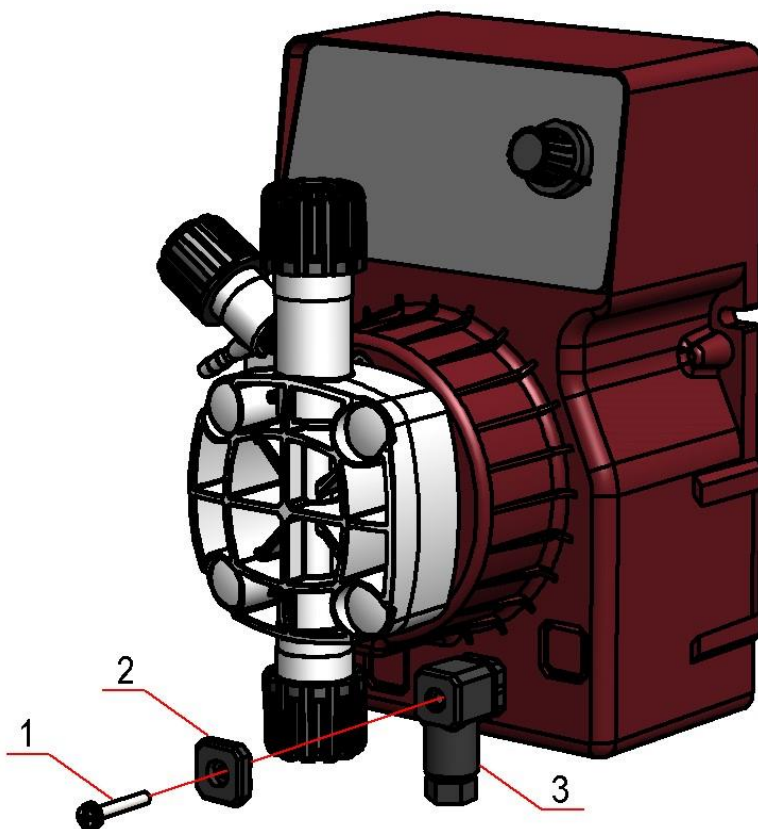
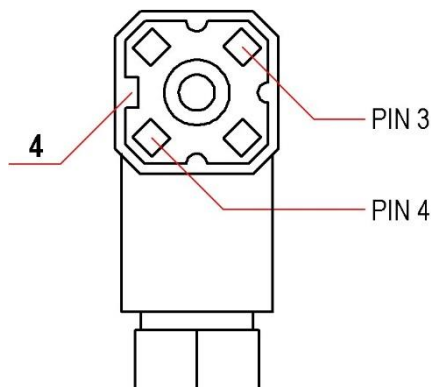

Abb. 9 - Anschluss der Füllstandsonde
Abb. 10 - Korrekte Positionierung des Anschlusses der Füllstandsonde.
In der Dosierpumpe befindet sich ein Stecker für den Anschluss eines Füllstandschalters (auf Anfrage erhältlich). Um dieses Zubehör anzuschließen, einen Philips-Kreuzschlitzschraubendreher an der Schraube (1) verwenden und dann je nach Ausführung die Kappe (2) oder den Stecker (3) entfernen, indem er in Richtung der roten Linie gewogen wird und so vom Stecker an der Dosierpumpe abgekoppelt wird (Abb. 9). Der Einsatz des Steckverbinders (3) muss aus seinem Gehäuse herausgedreht und so gedreht werden, dass sein Scheitel (4) wie abgebildet positioniert ist (Abb. 10), um eine korrekte Verbindung mit dem entsprechenden, am Gehäuse angebrachten Steckverbinder herzustellen. Um den Einsatz des Steckverbinders (3) zu entfernen, die Schraube (1) herausziehen und mit Hilfe eines Schlitzschraubendrehers auf die beiden Passfedern am Sitz drücken, wo sich die Schraube (1) befand, und den Teil entfernen. Die beiden Drähte der Füllstandsonde an PIN 3 und PIN 4 anschließen, ohne sie zu unterscheiden, und dann den Steckverbinder (3) wieder zusammenbauen. Den Steckverbinder (3) auf den entsprechenden Stecker am Gehäuse einstecken und die Schraube (1) festziehen.